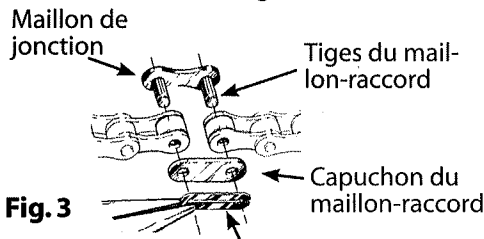

Fig. 3
7. Raccordez la rallonge de chaîne à la chaîne à l'aide du maillon-raccord comme illustré à la Fig. 3.